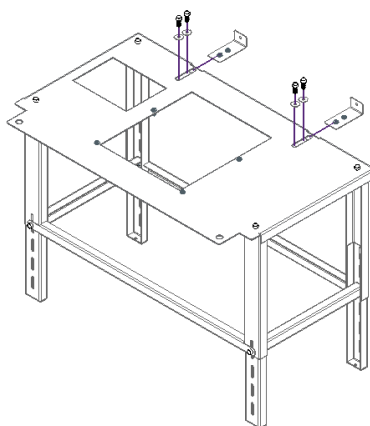

Figura 5 – Montagem mesa auxiliar
- Colocar os dois esquadros através da abertura na mesa e colocar um parafuso e anilha em cada. Não se deve apertar os parafusos totalmente, apenas o suficiente, para permitir o deslocamento dos esquadros, ver Figura 5.